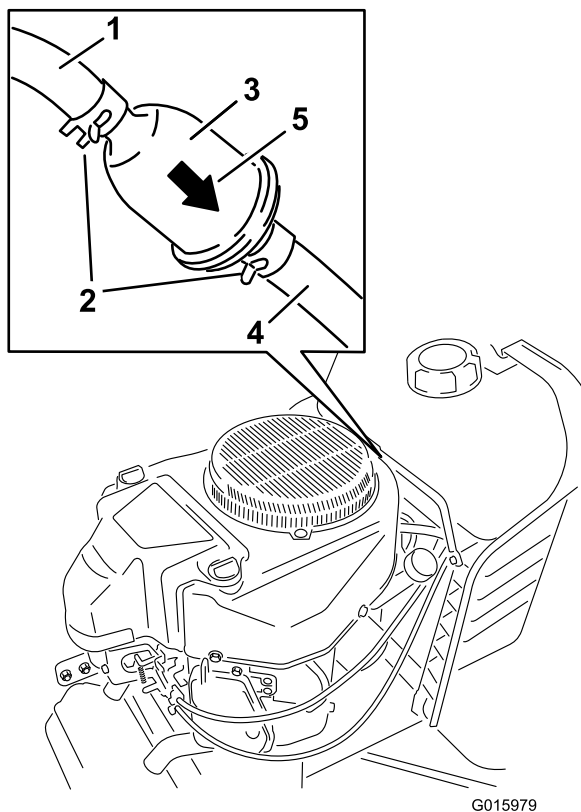

Figura 23
3. Sollevate il cofano e individuate il filtro del carburante tra il serbatoio del carburante e il motore (Figura 23).
4. Premete le estremità delle fascette stringitubo ed allontanatele dal filtro (Figura 23).
7. Spostate le fascette stringitubo in prossimità del filtro (Figura 23) per bloccarlo.